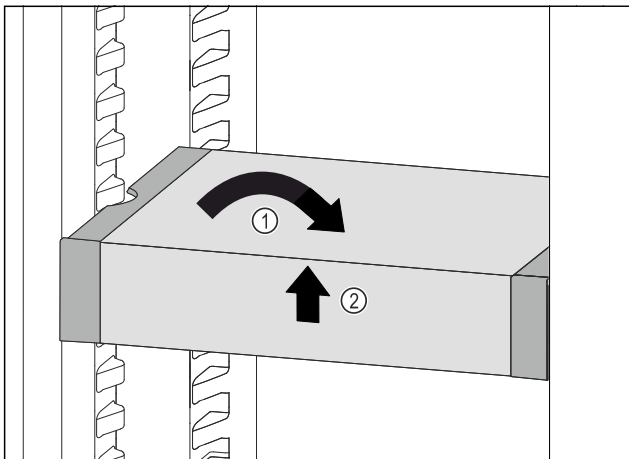

Fig. 46
- Remettre le VarioSafe droit. Fig. 46 (1)
- Soulever la partie avant du VarioSafe. Fig. 46 (2)